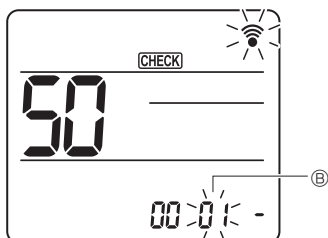

Fig. 6-18
Πατήστε το κουμπί [] για να ρυθμίσετε τον αριθμό κατάστασης λειτουργίας ④. (Fig. 6-18)